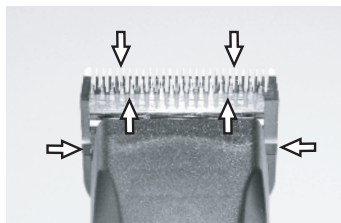

図 24
うまく毛刈りができるように、またバリカンとバリカンヘッドの耐久性を高める為に上下の刃の間に薄いオイルコートを施す必要があります(図24)。
- ▶ 毛刈り中に刃へ十分な潤滑を(15分間隔で)行い、洗い流さないでください(図24)。
刃は、使用前、使用中、使用後に油を塗布する必要があります。トリミング跡が縞になる場合、オイルが必要なことを示しています。バリカンの刃の前面と側面に油を数滴たらしめます(図24の矢印を参照)。余分なオイルは滑らかな布等で拭き取ってください。潤滑スプレーでは良好な潤滑には足りませんが冷却する役割は果たします。怪我を避ける為に損傷した刃は早急に交換してください。